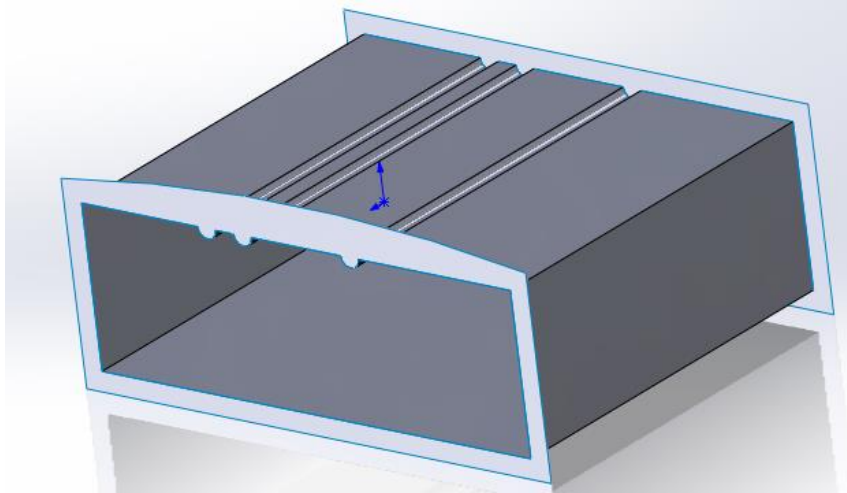

Рис. 10. Построение плоской поверхности
11. Преобразуем эскизы в поверхности. Для этого нажимаем **Плоская поверхность** , выделяем необходимый эскиз и нажимаем галочку в верхней части панели , после чего получаем объект (рис. 10).